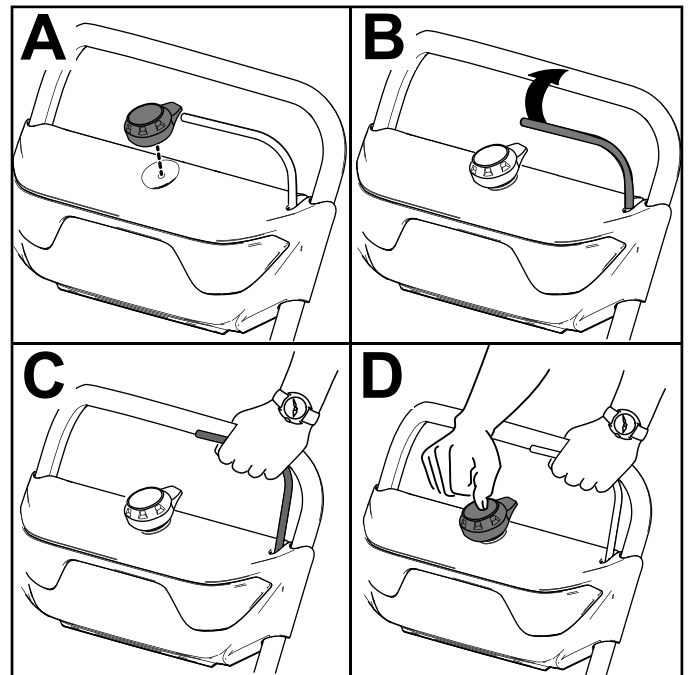

Bild 11
2. Stecken Sie den elektrischen Startknopf in den Elektrostarter ein (A in Bild 11).
3. Drücken Sie den Bügel nach unten und halten Sie ihn am Griff (B und C in Bild 11).
4. Drücken Sie den elektrischen Startknopf, bis der Motor startet (D in Bild 11).